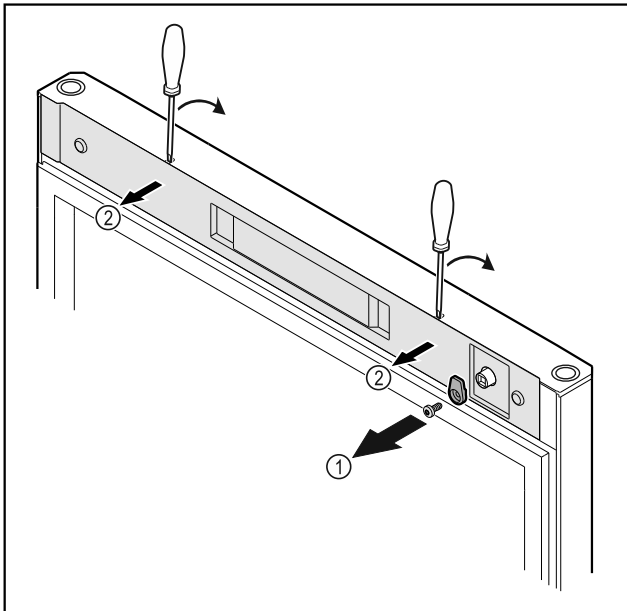

Fig. 20
- ▶ Ξεβιδώστε το άγκιστρο κλεισίματος Fig. 20 (1).
- ▶ Ξεκουμπώστε το κάλυμμα Fig. 20 (2) με ένα μικρό κατσαβίδι και αφαιρέστε το.